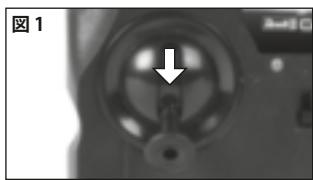

図3
4. その後、チャージ中を示すパワーレッドが緑に光ります(図3)。